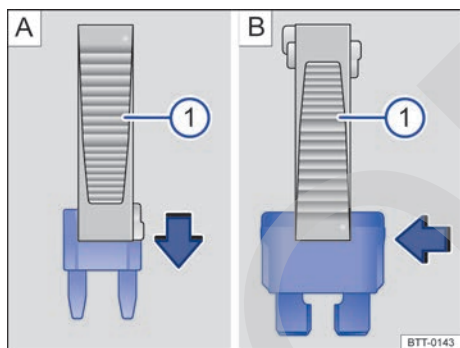

Fig. 155 Quitar o instalar un fusible con la garra de la pinza de plástico ①.
- De ser necesario, retire la pinza de plástico → fig. 155 ① del soporte. El soporte se encuentra en la parte trasera de la caja de fusibles cerca de la toma de diagnóstico.
- En caso de *fusibles pequeños*, encaje la garra ① por arriba → fig. 155 A.
- En caso de *fusibles mayores*, empujar la garra ① lateralmente sobre el fusible → fig. 155 B.